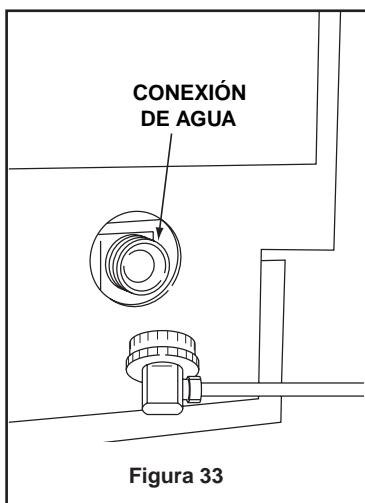

Figura 33
- 4 Desenrosque todo el conector de la manguera de la válvula solenoide de agua (vea la figura 33).